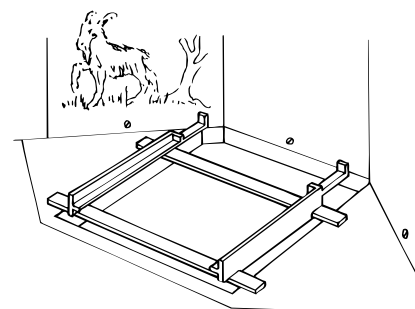

Fig. 6. Skinnegang.
5. «Skinnegangen», fig. 6 leveres umontert og består av fire deler. Disse skrues sammen med skruer, skiver og muttere. Deretter legges den i askeskuffbasen på den «gamle» peisen. Løft innsatsen og skyv den inn på skinnegangen til den stopper (fig. 6) Løft av dørene og ta ut brenselrist og askeskuff for lettere håndtering.
NB! Enkelte ganger kan det forekomme at det er litt for trangt å få skjøvet FØNIX CB på plass. I slike tilfeller kan de fire labbene på skinnegangen som hviler på askeskuffbasen slipes av ca. 3-4 mm på undersiden (fig. 6).